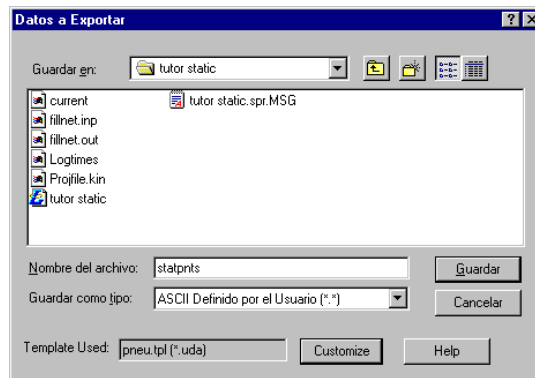

Figura 12.26. Exportar Datos
- En **Exportar Datos**, Figura 12.26, ingrese el nombre **Statpnts** para el archivo de datos exportados.